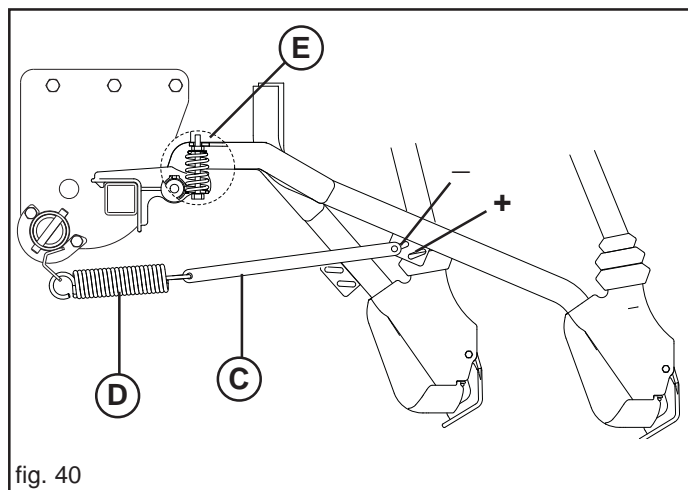

fig. 40
Si può ulteriormente regolare la pressione, singolarmente, cambiando la posizione del tirante (C, Fig. 40).
Solo con assolcatori a stivaletto è disponibile, come accessorio, una molla (E, Fig. 40) che consente di azzerare il peso del singolo elemento a molla (D) completamente scarica. In questa situazione è possibile eseguire semine superficiali.